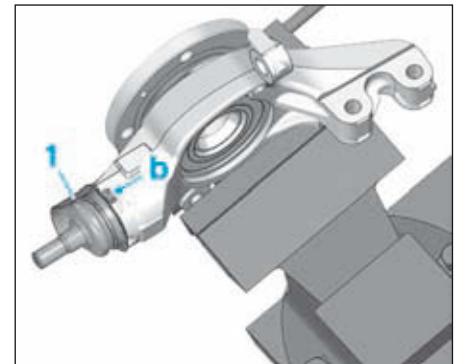

FIG.39
- Remplacer la tôle de protection (1) et la freiner en la déformant en (b) (Fig.39).